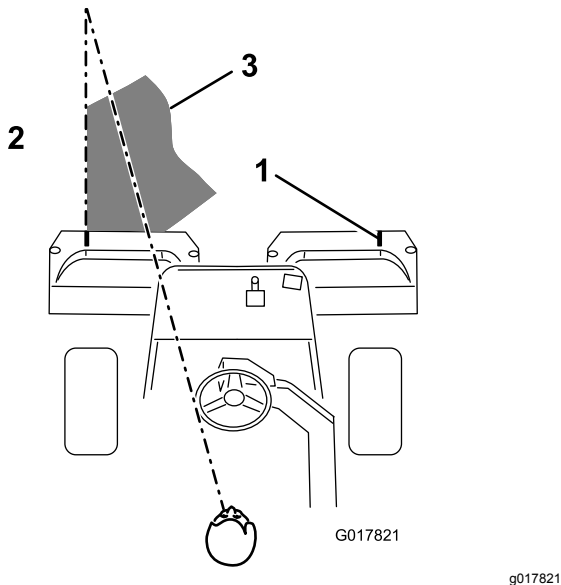

图 39
- 掉头回来的下一道、请与前一道保持最小的交叠量。为了保持以直线方式穿过果岭、并使得机器与此前剪草的边缘保持等距、请在机器前到果岭未剪部分的边缘虚构一条长约 1.83m 的视线图 39。有人发现将方向盘的外缘看作视线的一部分非常有用即让方向盘边缘对准与机器前面始终保持等距的某个点图 39。